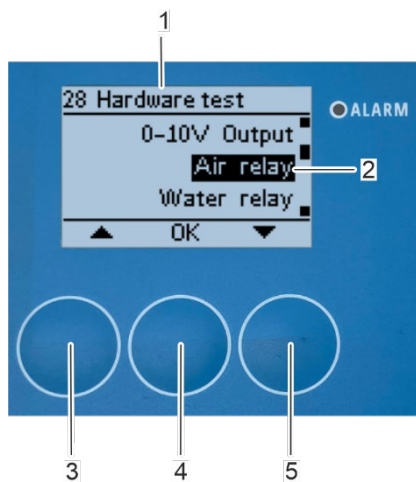

Figura 146: Abrir el submenú «Relé de aire»
⇒ El submenú «28 Prueba de hardware» (Figura 146/1) volverá a aparecer en la pantalla, el relé de aire se cerrará y saldrá aire comprimido por la boquilla de aire comprimido, siempre que la instalación eléctrica y mecánica sea correcta.
5. Después de comprobar el relé de aire comprimido, abra de nuevo el submenú «Relé de aire» (Figura 146/2) pulsando [Aceptar] (Figura 146/4).